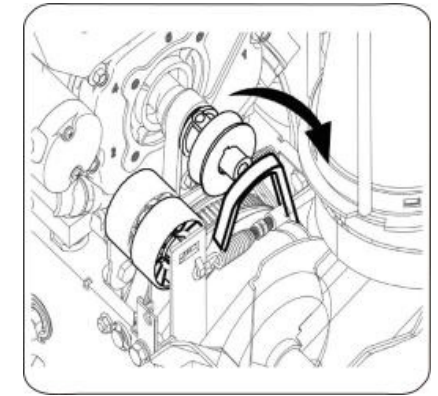

Рисунок 23
3. Снять ремень шнека со шкива двигателя (см. рис. 23).